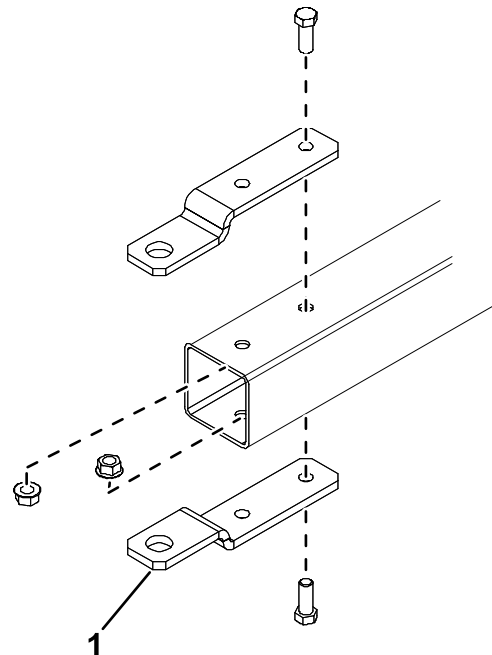

Bild 1
- Entfernen Sie die Schrauben und Muttern, mit denen die vorhandenen Anhängerkupplungsbänder an der Zugstange befestigt sind (Bild 1). Entfernen Sie die Anhängerkupplungsbänder.